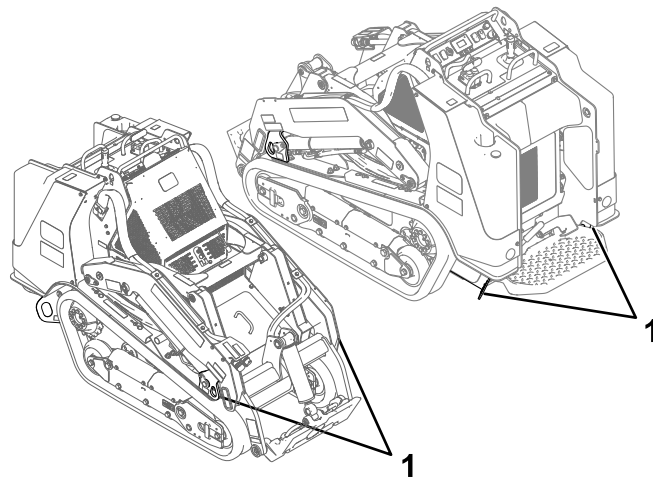

Figura 27
8. Utilize os pontos de fixação de metal na máquina para prendê-la com segurança ao atrelado ou camião com cintas, correntes, cabo ou cordas (Figura 27). Consulte os regulamentos locais para obter os requisitos de fixação.